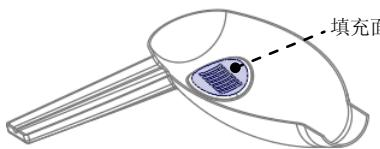

图 8.35 选取填充面
② 定义填充曲面。选取图 8.35 所示的模型内壁有破孔的一个面为填充面（用列表法选取）；单击 **确定** **Done Refs (完成参考)** **Done/Return (完成/返回)** 命令，此时系统显示“封合”菜单。